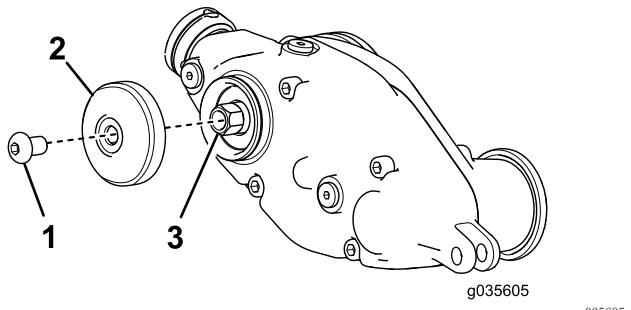

图13
7. 仅适用于通用疏草刀组件（未安装后滚筒刷套件）：用 2 个六角圆头螺丝 ($5/16 \times \frac{1}{2}$ 英寸) 安装外罩，如图13 所示。